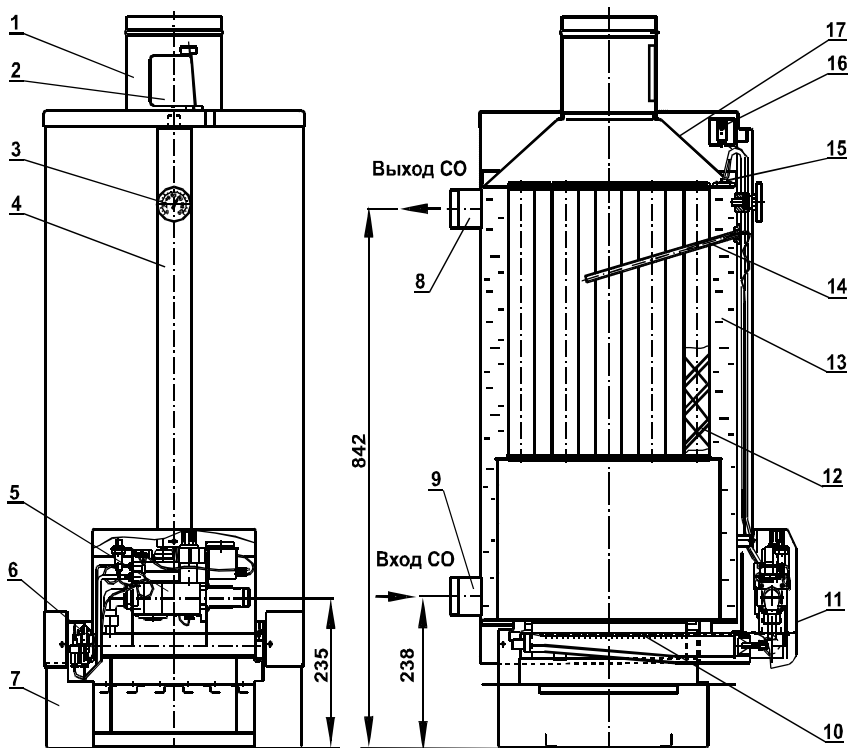
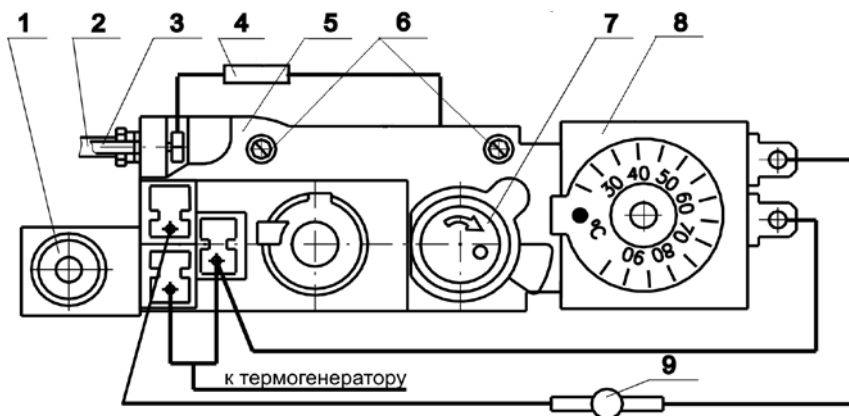
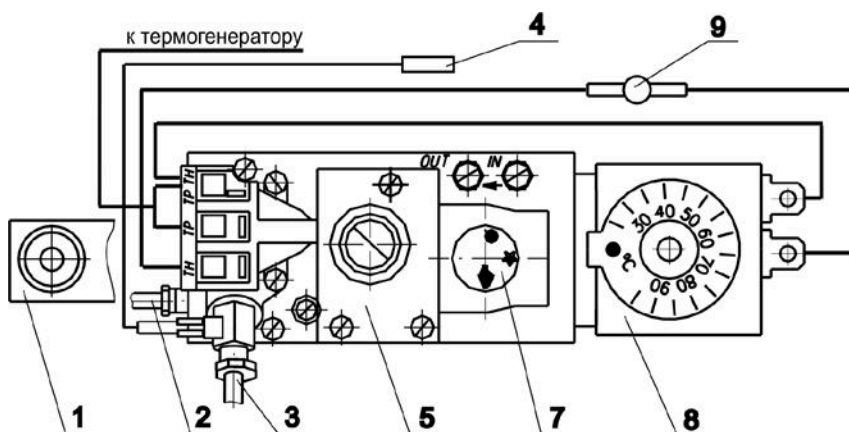
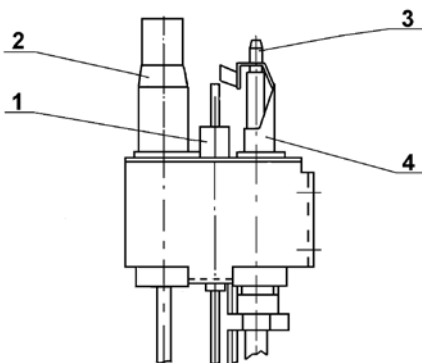

Рис.1 Котел отопительный водогрейный Комфорт
Рис.2 Блок управления VS8620C “Honeywell”
Рис.3 Блок управления SIT 820 NOVA
Рис.4 Устройство запальное
4.2. Блок автоматики 5 (Рис.2) VS8620C или блок автоматики 5 (Рис.3) SIT 820 NOVA представляет собой электромеханическое устройство и служит для подачи газа к запальнику и горелке, регулирования температуры воды в котле и автоматического отключения подачи газа при:
4.3. Термостат 8 (Рис.2) или (Рис.3), соединенный проводами с блоком и автоматикой по перегреву 15 (Рис.1), обеспечивает автоматическое плавное включение основной горелки, а при достижении заданной температуры воды в теплообменнике производит полное отключение основной горелки.
4.4. Автоматика по перегреву 9 (Рис.2) или (Рис.3) (термостат предельного нагрева), соединенная проводами с блоком VS8620C или блоком автоматики SIT 820 NOVA и термостатом 8 (Рис.2) или (Рис.3), обеспечивает автоматическое предохранительное отключение подачи газа на основную горелку при достижении температуры воды в баке-теплообменнике котла 93 °С ÷ 100 °С (в случае выхода из строя термостата 8 (Рис.2) или (Рис.3) или ошибочной настройки его на температуру выше 90 °С).
4.5. Тягопрерыватель 1 (Рис.1) предназначен для автоматической стабилизации величины разрежения в топке котла, т.е. уменьшения влияния колебания величины разрежения в дымоходе на тягу в топке котла. Для успешной работы дверца тягопрерывателя 2 (Рис.1) должна легко вращаться на оси.
4.6. Автоматика по тяге состоит из датчика тяги (биметаллическая пластина с микровыключателем), укрепленного на крышке бака, и проводов, соединяющих микровыключатель с блоком автоматики 5 (Рис.2) или (Рис.3).
4.7. Устройство запальное Рис.4 предназначено для крепления запальника, термогенератора, термопары, свечи пьезорозжига и розжига основной горелки.
5.8. Во избежание самопроизвольного срабатывания датчика тяги кожух 17 (Рис.1) не должен касаться биметаллической пластины датчика тяги 16 (Рис.1).
6.9. Установите на котел тягопрерыватель 1 (Рис. 1), обеспечив его строго вертикальное положение. Конец дверцы тягопрерывателя 2 (Рис. 1) не должен выступать наружу и должен отклоняться от номинального положения внутрь тягопрерывателя не более чем на 1-2 мм. Дверца
6.12. Проверьте работу пьезорозжига. При нажатии на кнопку пьезорозжига 1 (Рис.2) или (Рис.3) должна проскакивать искра между электродом свечи 1 (Рис.4) и запальником 4 (Рис.4).
6.15. Настройте термостат 8 (Рис.2) или (Рис.3) на необходимую температуру воды в котле.